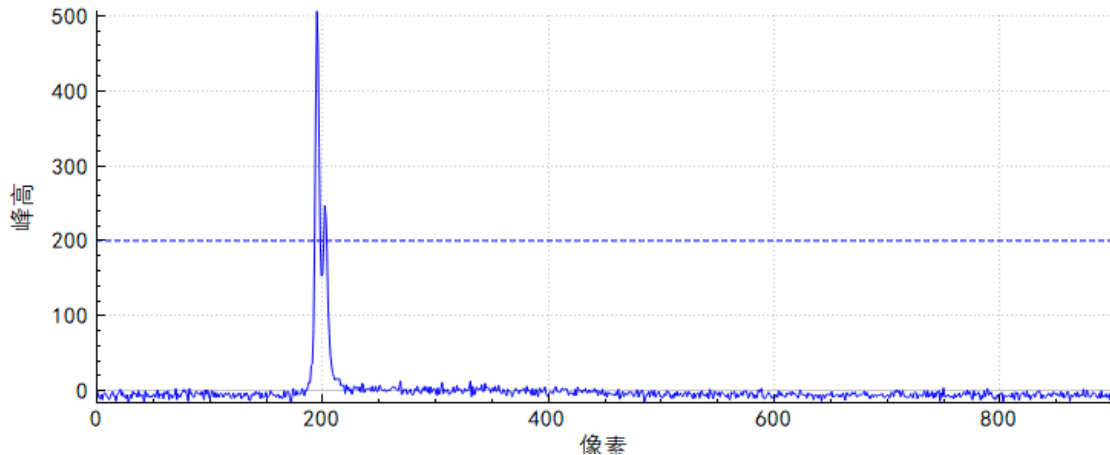

图 3、测量薄膜时两个峰非常接近的情况
2、峰检测时仅会将检测间隔内最大峰值，判定为有效峰，而其它峰值将被过滤，如图3所示，如果测量薄膜时上下表面两个峰非常接近，应选择较小的检测间隔，使薄膜上下的峰都能被检测到。